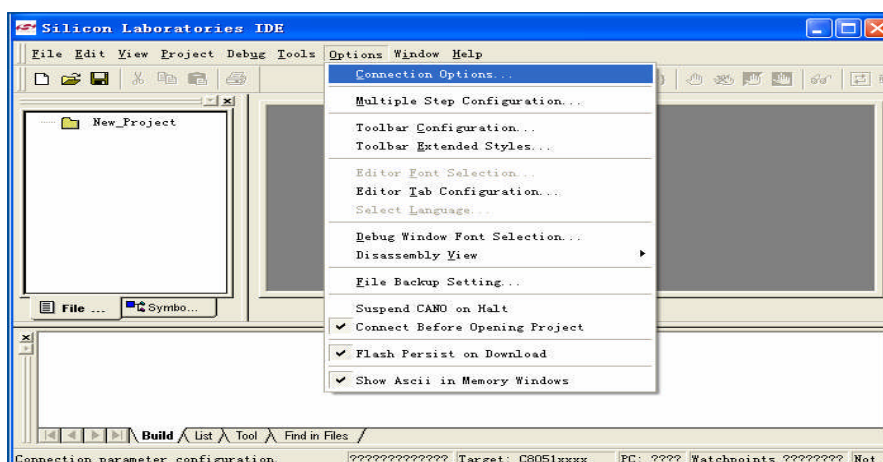
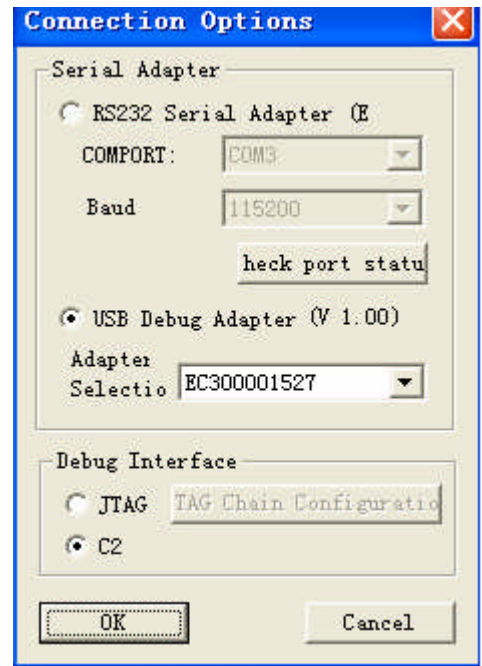
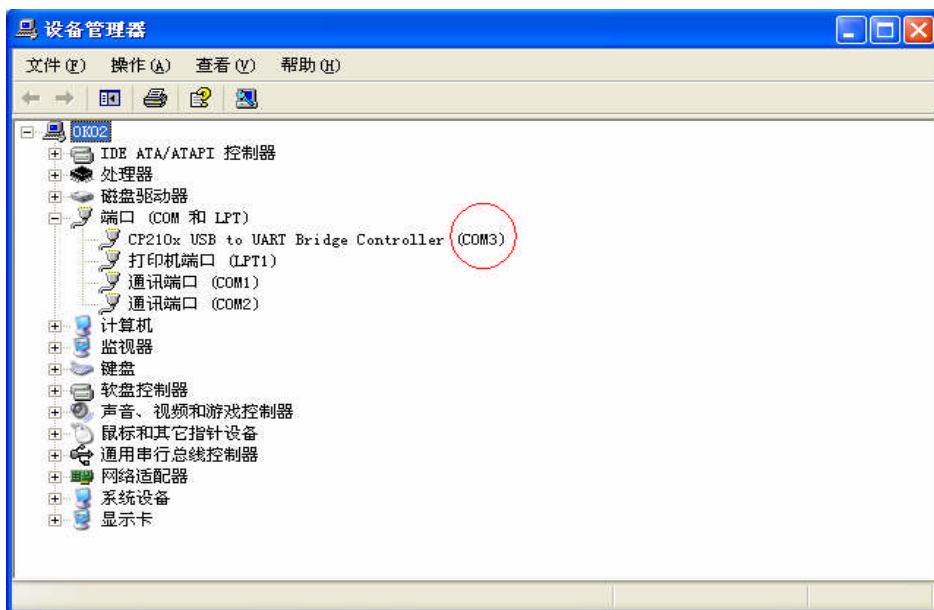

图 2
图 3
图 4
具体操作：连上USB线将J5、J6的2、3脚短接。将F040_example\F040_uart目录下的程序文件编译下载到开发板中去后运行程序，在串口助手（选择相应的COM口如图4所示，波特率9600）发送区发送一个字符，在接收区上接收到发送来的字符。
3. 安装结束，打开 IDE 集成开发环境，在新建或打开原有的项目后，点击主菜单“Options”选择“Connection Options...”选项（如图 2 所示），进入图 3 界面。
(1) 若调试器使用 U_EC3/ U_EC5, 选择与图 3 相同选项, 点击 OK 即可进行连接、程序下载和在线调试。
(2) 若调试器使用 U_EC2, 图 3 中“Serial Adapter”框选“RS232 Serial Adapter... ”一项。其中, “COMPORT”的选择要参照“设备管理器”的端口选项(图 4 中红色圆圈)。已知红色圆圈内容后, 点击“COMPORT”复选框, 选择“Other COM”项, 输入与“设备管理器”中相同的 COM 口值(如“3”。注: 只输入“3”), 则“COMPORT”复选框的内容为“COM3”。点击 OK 即可进行连接、程序下载和在线调试。